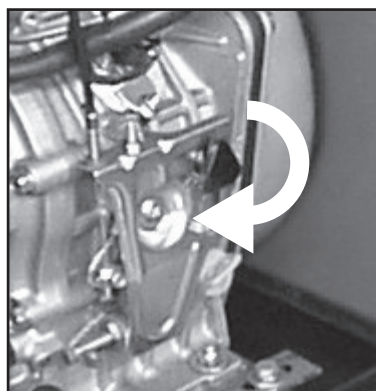

Fig.4
- 1) Posicionar o comando acelerador, situado NÃO motor (ver fig.4), para baixo (máximo número de rotações).